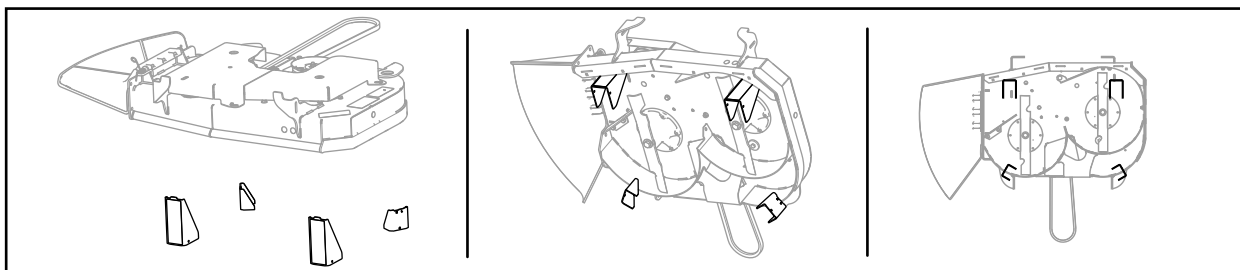
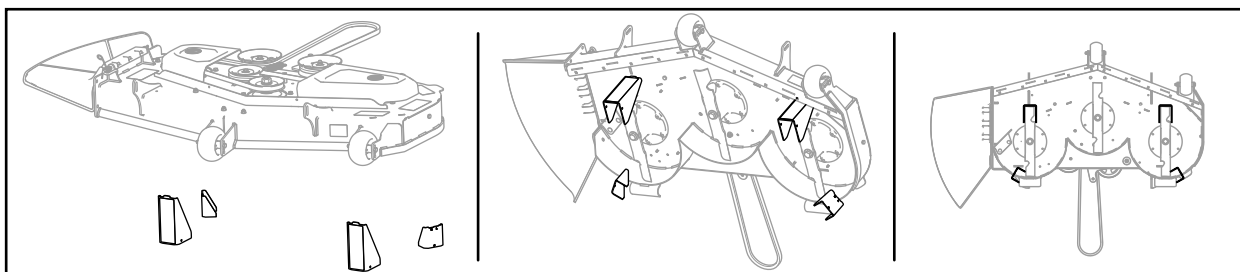

Рисунок 2
Рисунок 3
3. Установите кронштейны высоты скашивания под деку газонокосилки так, чтобы дека опиралась на кронштейны, когда вы ее опустите; см. правильное расположение на Рисунок 2 и Рисунок 3.